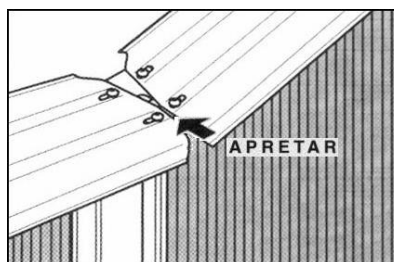

fig. 28
- Formar un círculo perfecto y apretar fuertemente la parte superior de la pared hacia dentro sobre cada una de las columnas (fig. 28) (esto ayuda a formar un círculo perfecto con la parte inferior de la pared).